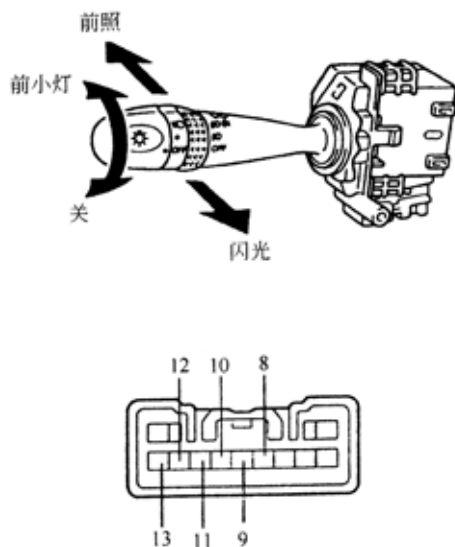

图 9-32
1) 检查灯光控制开关是否导通,如图 9-32 所示。近照表 9-11 检查开关在每个位置时各端子之间是否导通。